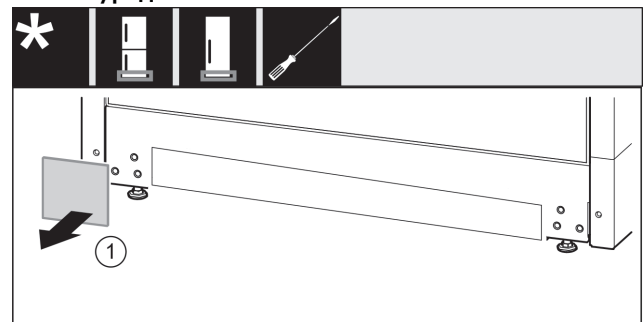

Fig. 16
- ▶ Свалете капака. Fig. 16 (1)